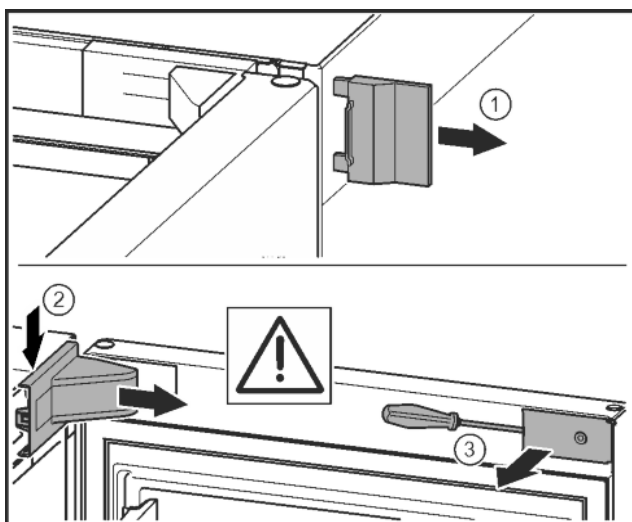

Fig. 8
- Buitenste afdekking verwijderen. Fig. 8 (1)
- Lagerbusafdekking ontgrendelen en losmaken. Afdekking van de lagerbus verwijderen. Fig. 8 (2)
- Paneel met de sleufschroevendraaier losmaken en naar de zijkant draaien. Fig. 8 (3)